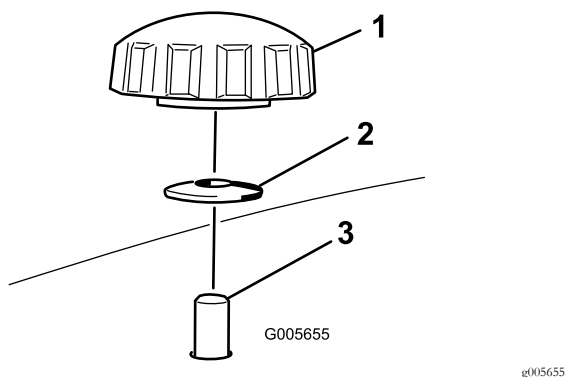
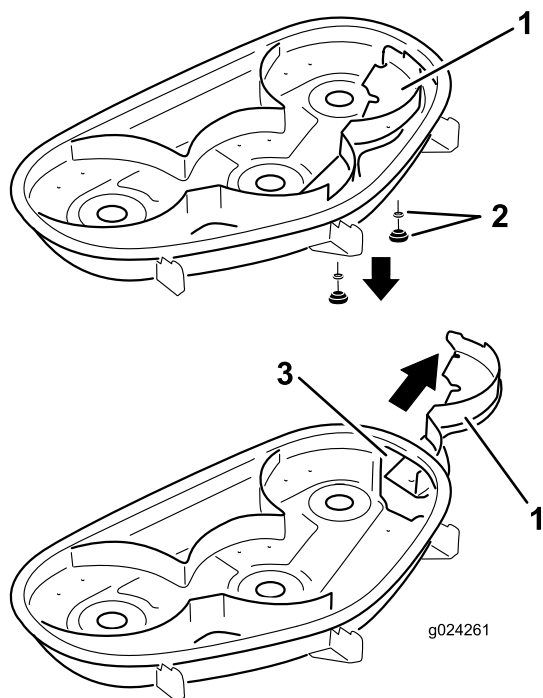

Figura 27
Figura 28
4. Remova os 2 manípulos e as anilhas curvas que fixam o abafador direito ao cortador (Figura 27).
5. Remova o abafador direito e baixe o defletor de relva por cima da abertura de descarga conforme indicado em Figura 27 e Figura 28.
- Faça deslizar o abafador direito por debaixo da plataforma do cortador e fixe-o utilizando 2 manípulos e anilhas curvas (lado oval virado para o cortador) conforme indicado em Figura 27 e Figura 28.